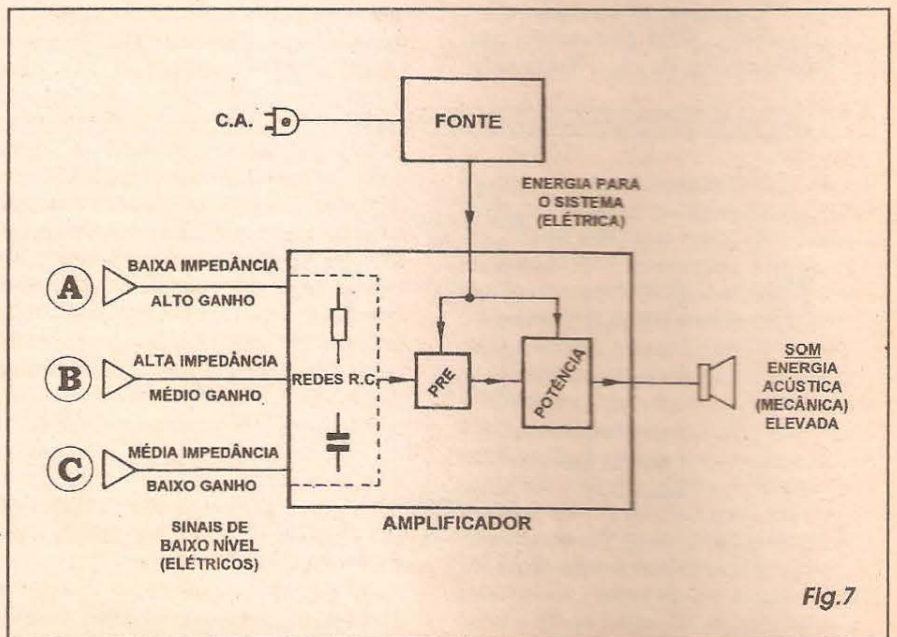

Fig.7
- FIG. 7 - A ORGANIZAÇÃO DOS SISTEMAS ELETRÔNICOS DE AMPLIFICAÇÃO DO SOM - Tão importante quando o sistema ou método de gravação/reprodução, capaz de - com boa fidelidade - *eternizar* o som para posterior